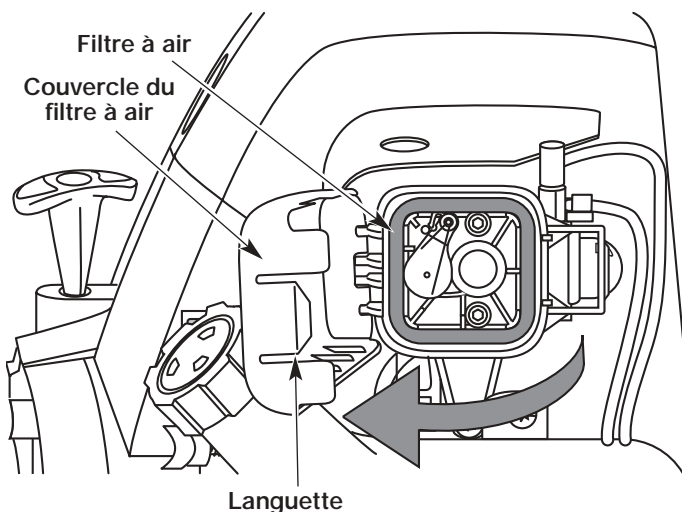

Fig. 61
1. Ouvrez le couvercle du filtre à air. Enfoncez la languette à droite du couvercle, tirez celui-ci vers vous puis vers la gauche (Fig. 61).
2. Retirez le filtre à air (Fig. 61).